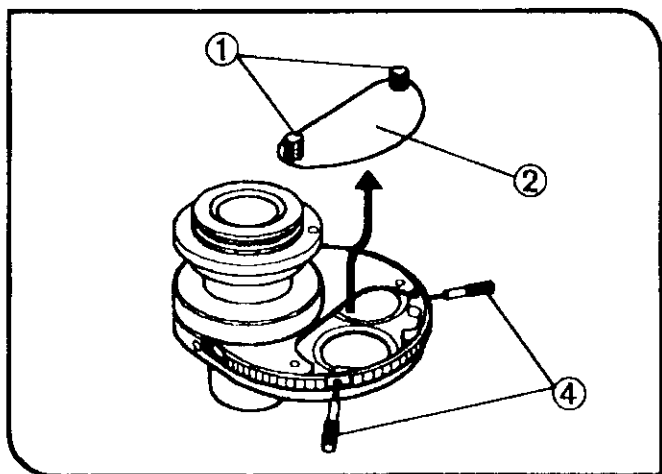

图 47
## (2) 安装相衬光学附件 (图 47 和 48)
1. 将聚光镜按图 47 所示方向放置, 拧松固定螺丝(1), 卸下盖子(2)。
3. 使用光学元件对中旋钮(4), 拧松光学元件定位对中螺丝。(图 47 和 48)